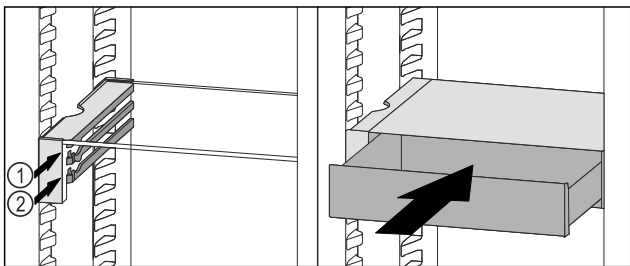

Fig. 82
- ▶ Поставете чекмеджето на VarioSafe зад ограничителите върху желаното ребро Fig. 82 (1) или Fig. 82 (2).